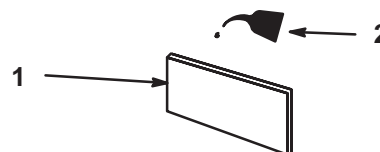

Figure 31
3. Imbibez l'élément d'huile moteur fraîche (Fig. 31). Puis pressez l'élément pour éliminer l'excédent d'huile.